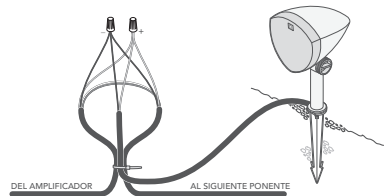

Figura 8
- Corte los dos cables correctos para el altavoz izquierdo o derecho (consulte las tablas a continuación) y pele 3/4 pulgadas de aislamiento en los extremos puestas de los cables de entierro; a continuación, pele 3/4 pulgadas de aislamiento de los extremos del cable flexible del altavoz correspondiente (ver figura 8).
- Cree un bucle de aproximadamente 10 pulgadas y utilice una brida de alambre para sujetar el bucle de alambre y el cable flexible del altavoz para proporcionar alivio de tensión (ver figura 8).